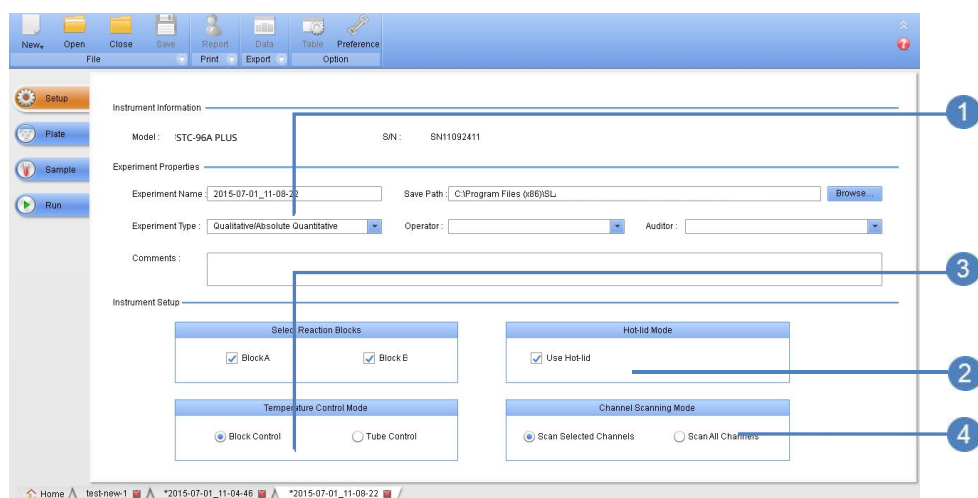

Fig 4- 20
- 1 Faceți clic pe **Înființat** fila (Fig 4- 20) și introduceți informațiile generale în **Informații despre experiment** zonă: